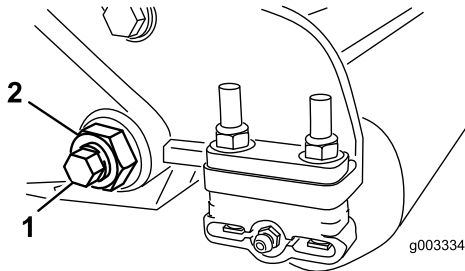
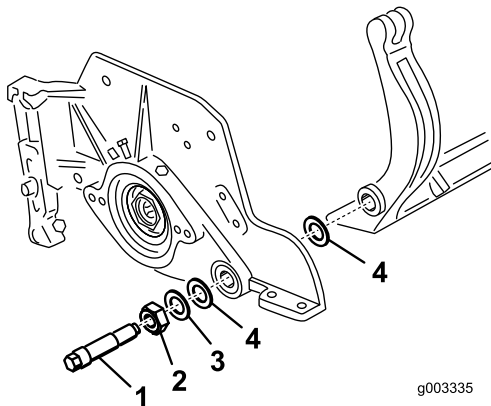
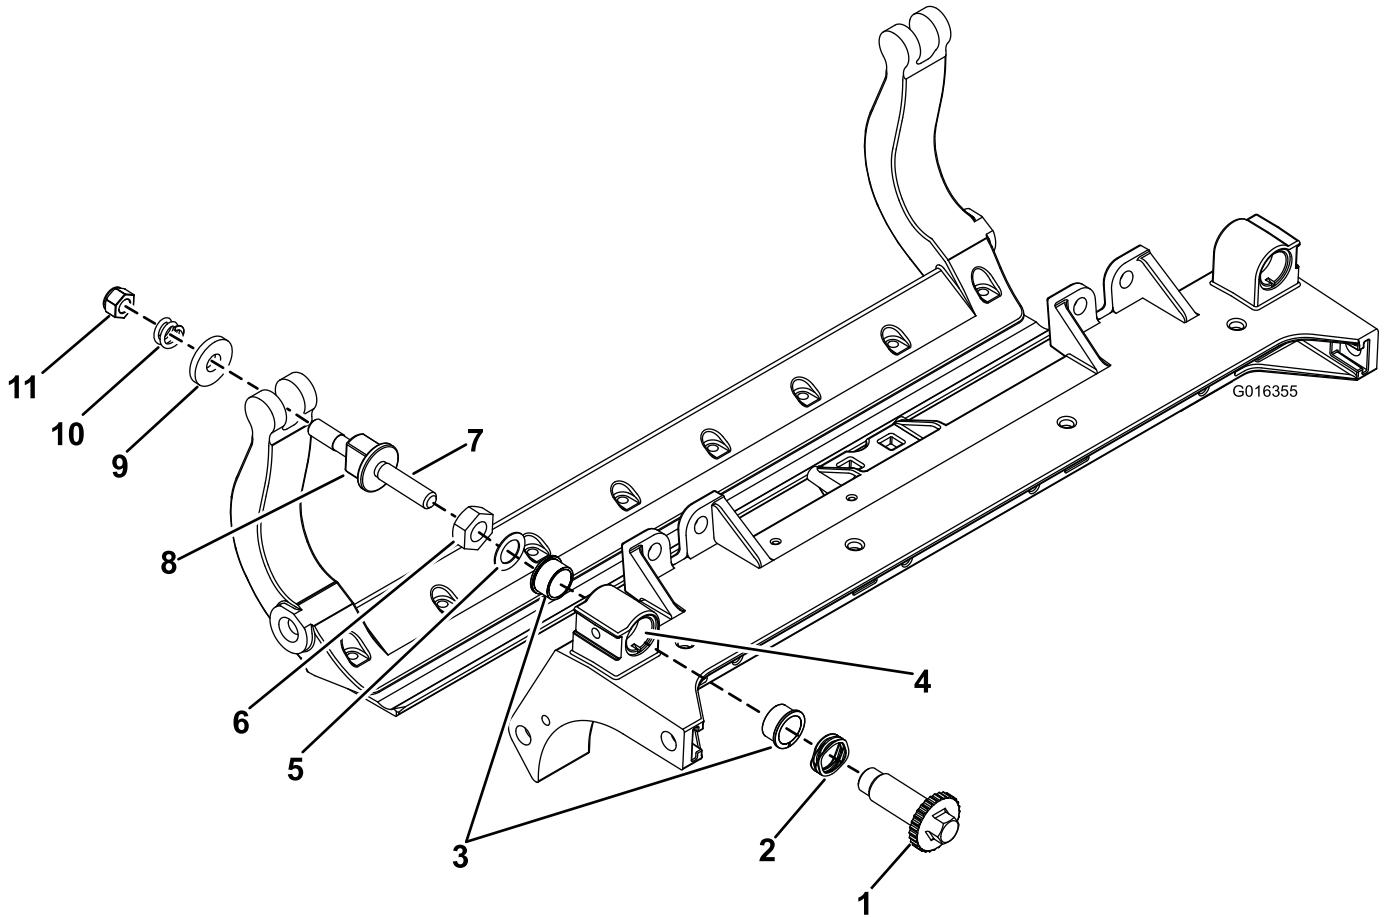

图27
图28
图30
- 在机器的另一侧，松开固定底刀架螺栓（图27）的锁紧螺母。
- 拆下两个底刀架螺栓，向下拉动底刀架并从机器螺栓（图27）上拆下来。取下底刀架（图28）各端的2个尼龙和1个印花钢垫圈。
- 用底刀架螺栓（螺栓上带有螺母）和6个垫圈将底刀架固定在每个侧板上。将尼龙垫圈放在侧板凸起的一侧。将钢垫圈放在每个尼龙垫圈的外侧（图28）。上紧底刀架螺栓扭矩至37~45Nm。拧紧锁紧螺母，直至外部钢垫圈停止旋转且两侧不再松动，但不要拧得过紧或导致侧板变形。内侧的垫圈可能有空隙。
- 拆除所有零件（请参阅 *HD DPA 套件 (型号 120 - 7230) 安装说明* 和图30）。
- 将 Never Seize 涂抹到滚刀组中心机架（图30）的轴套区内侧。
- 将凸缘轴套上的键与机架的槽对准，然后安装轴套（图30）。
- 将一个波形垫圈安装到调节器轴上，然后调节器轴滑入滚刀组机架中的凸缘轴套内（图30）。
- 使用扁平垫圈和锁紧螺母固定调节器轴（图30）。上紧锁紧螺母扭矩至20~27Nm。
- 使用底刀架螺栓（螺栓上带有螺母）和6个垫圈，将底刀架固定在每个侧板上。将尼龙垫圈放在侧板凸起的一侧。将钢垫圈放在每个尼龙垫圈的外侧（图30）。上紧底刀架螺栓扭矩至37~45Nm。拧紧锁紧螺母，直至外部钢垫圈停止旋转且两侧不再松动，但不要拧得过紧或导致侧板变形。内侧的垫圈可能有空隙（图28）。